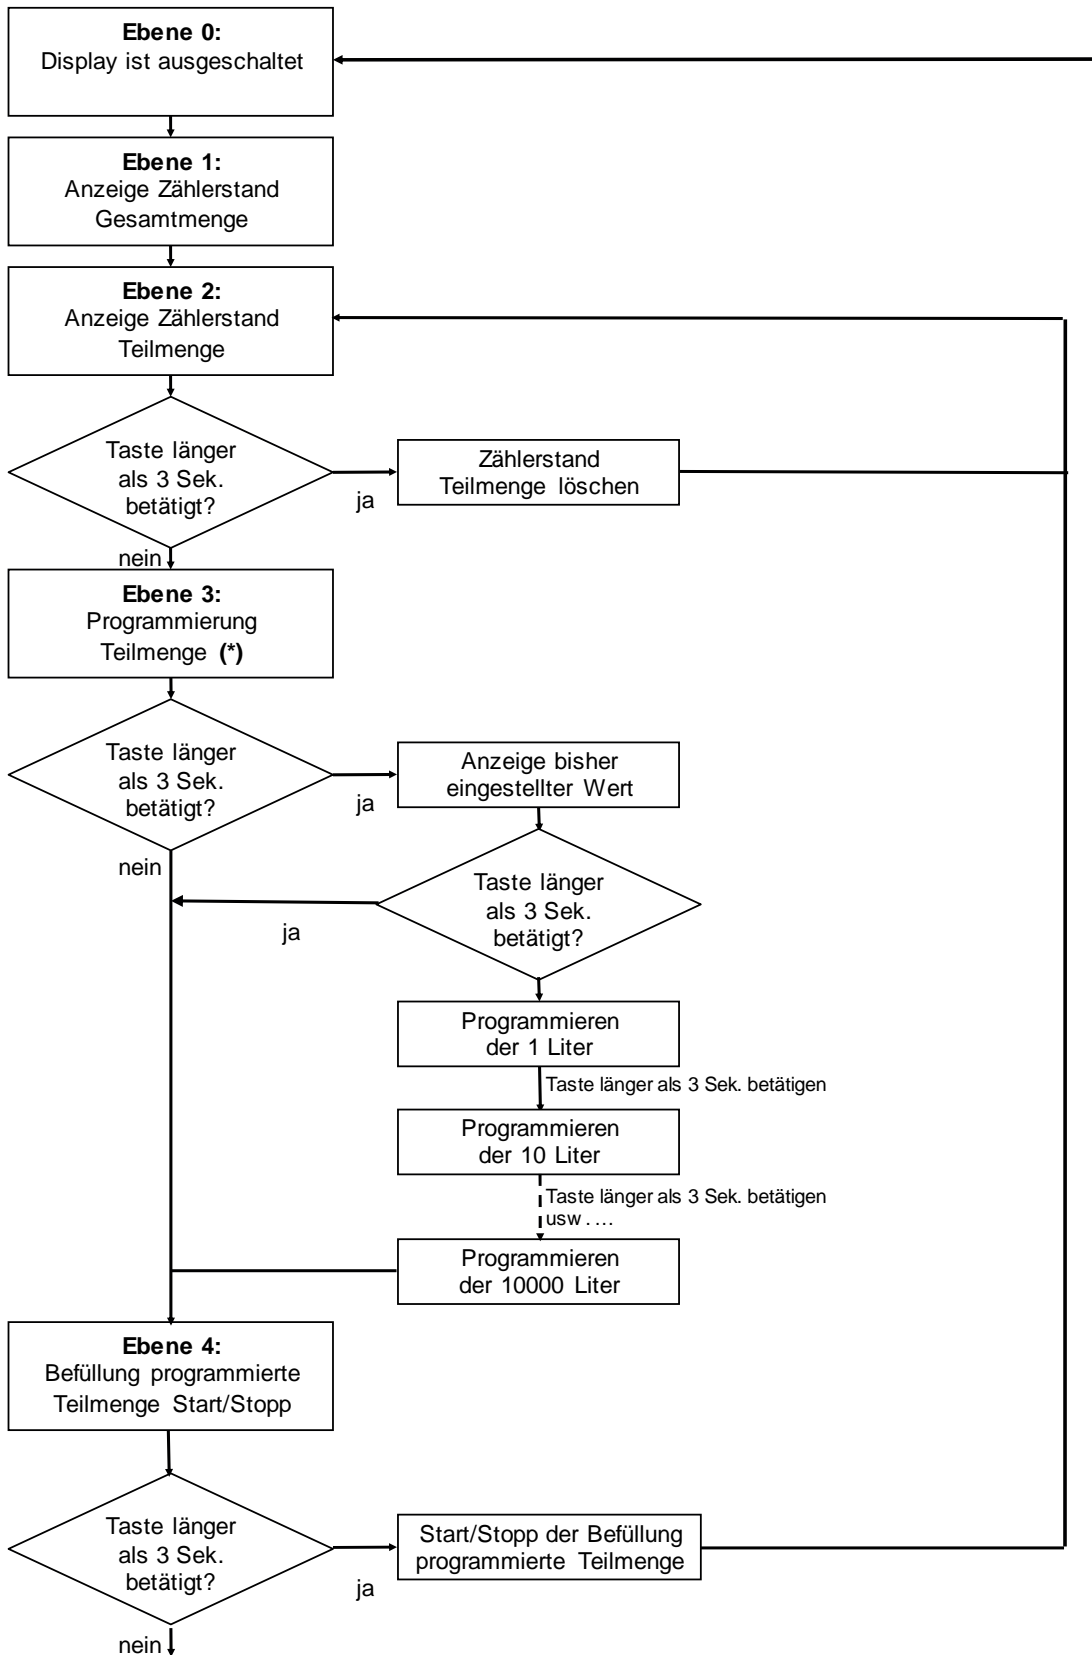

Abb. H-4: Menüführung des Digitalwasserzählers. 3-Sekunden-Betätigung: Blinken der Anzeige bestätigt die Eingabe und die Taste kann losgelassen werden.
- wenn die im Digitalwasserzähler programmierte Wassermenge erreicht ist (siehe Abb. H-4).
- Wenn die Befüllung prog. Teilmenge in Ebene 4 gestoppt wird (siehe Abb. H-4).